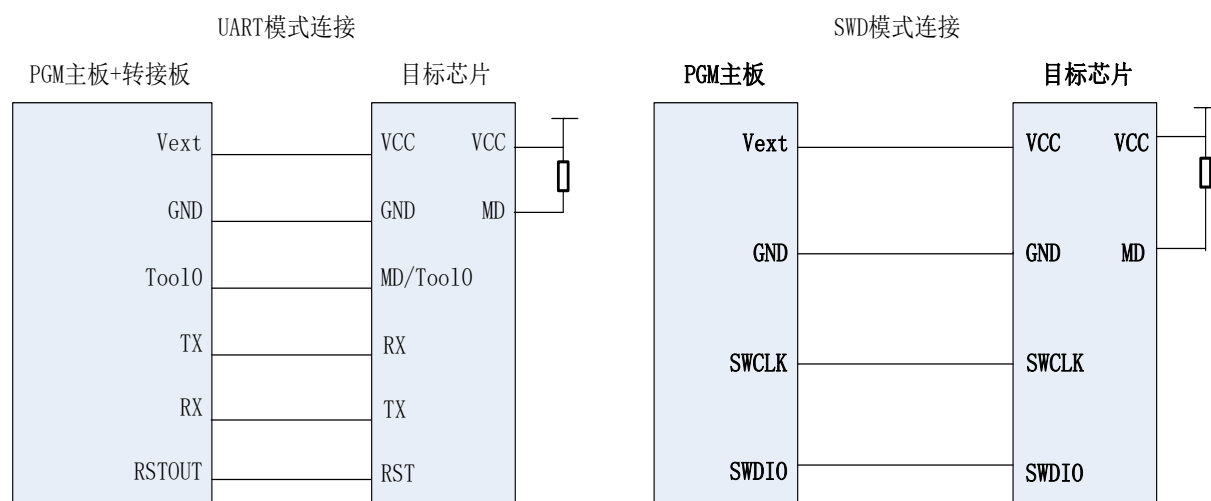

图 10 部分系列连线方法 3
- **HC32F120/HC32M120** 系列芯片的接线方法如图 10 所示。